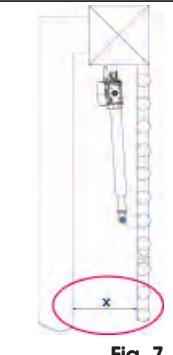

Fig. 7
**⚠ Una vez instalado el operador, compruebe que la cota "X" de la Fig. 7 sea como mínimo de 500 mm. Si la cota "X" es inferior a 500 mm es necesario realizar una prueba de impacto en el punto marcado en la Fig. 7, tal y como se describe en la norma UNI EN 12445, y comprobar que los correspondientes valores sean conformes con lo establecido por la norma UNI EN 12453.**